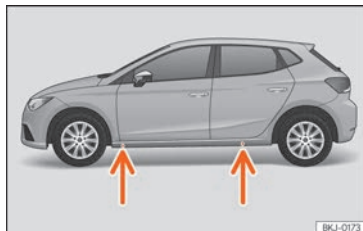

Fig. 191 Puncte de amplasare a cricului.
• Căutați pe bara transversală marcajul punctului de susținere a cricului (zona adâncită) cel mai apropiat de roata care trebuie schimbată » » fig. 191.